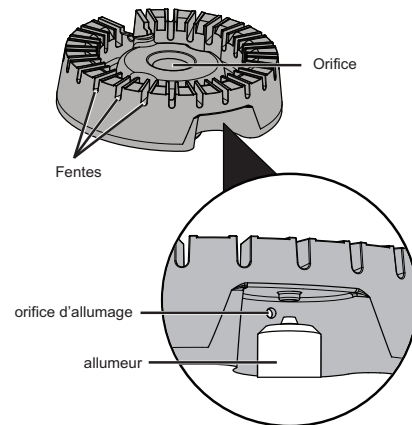

Figure 3 : Composants de brûleurs scellés
3. Utiliser une vieille brosse à dents pour nettoyer la tête de brûleur au complet (voir Figure 3).
4. Utiliser la brosse à dents pour nettoyer les fentes et les orifices du brûleur (voir Figure 3).
5. Nettoyer les orifices d'allumage à l'aide d'une aiguille ou d'un fil métallique de petit calibre (voir Figure 3).